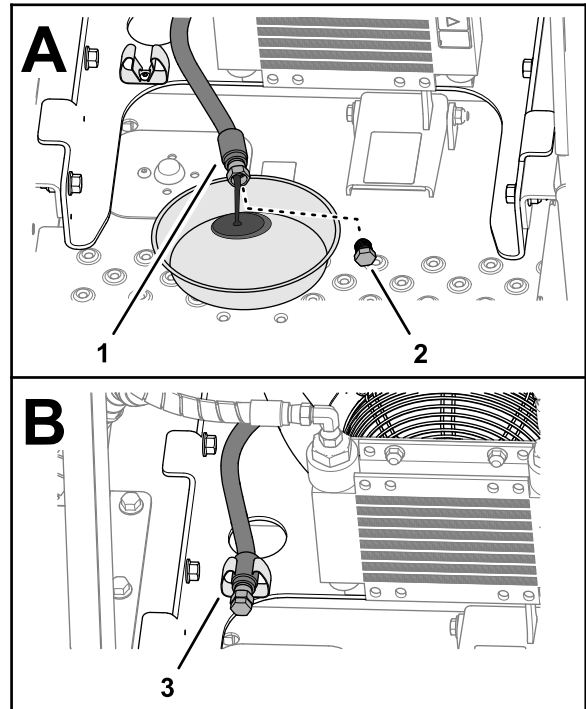

Figura 72
2. Retire la manguera de vaciado de aceite del lado izquierdo de la máquina, y retire el tapón de la manguera (Figura 72).
3. Instale el tapón de vaciado en la manguera y apriete el tapón (Figura 72).